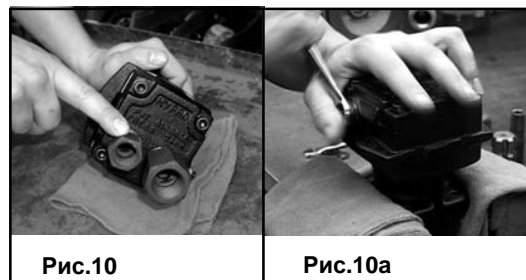

Рис.10
Рис.10а
- Выкрутите штуцер отверстия бака и штуцер нагнетательного отверстия большим разводным ключом или накидным торцовым ключом 1-1/16" и 1-3/8" (рис. 10).
- Накидным торцовым ключом 9/16" открутите гайку на регулирующем винте отвода (рис. 10а).
- Шестигранным ключом 1/4" выкрутите винты с головкой с углублением под ключ из торцевой крышки мотора (рис. 10).